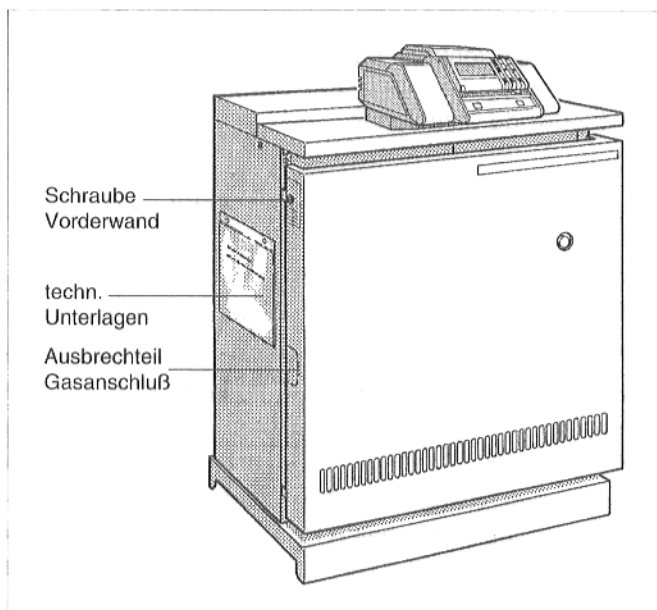

Abb. 27: G224 X, fertig montiert
- Entfernen Sie eines der beiden Ausbrechteile für den Gasanschluß wahlweise links oder rechts in der Vorderwand (Abb. 27).
- Sicherungsschrauben oben seitlich links und rechts in Vorderwand eindrehen (Abb. 27).
- Sichttasche mit den technischen Unterlagen (Abb. 27) von der linken auf die rechte Seitenwand montieren, wenn sie dort besser sichtbar ist.